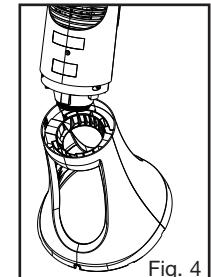
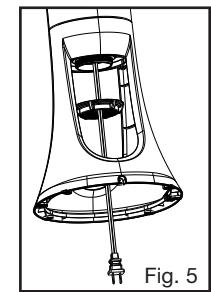

Fig. 4
Fig. 5
- Levante cuidadosamente la carcasa del ventilador (Fig. 4) y coloque el cable de alimentación a través del centro de la base.
- Baje la carcasa del ventilador en la base (Fig. 4), alinee la parte posterior del ventilador con la parte posterior de la base. Gire suavemente la carcasa del ventilador hasta que se asiente en la base. Fig. 5.
- Tome la tuerca de bloqueo y pase el cable de alimentación a través de la tuerca de bloqueo (Fig. 4) hasta llevarla hacia dentro de la base, (Fig. 5) enrosque la tuerca de bloqueo en la carcasa del ventilador girando a favor de las manecillas del reloj hasta que esté bien apretada y escuche un sonido de clic.